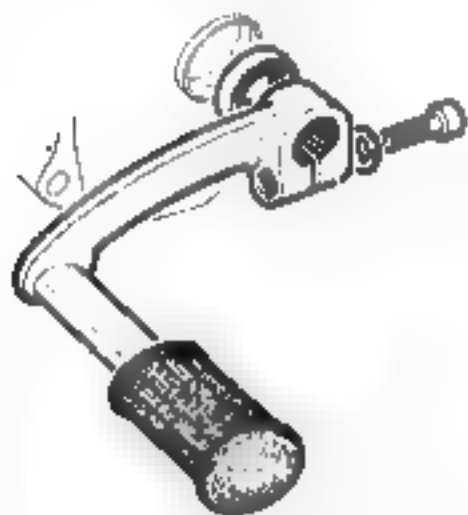

Fig. 1
- Vidanger la boîte de vitesse (clé de 10 mm). La vis bouchon de vidange est située sous le bloc moteur, à l'arrière gauche (fig. 1).